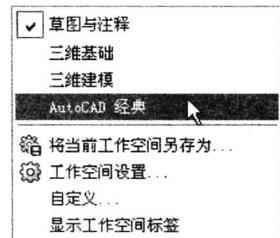

图 1-1 切换工作空间
1. 单击状态栏中的“切换工作空间”按钮，在弹出的“切换工作空间”快捷菜单中选择“AutoCAD 经典”选项，如图 1-1 所示，将工作空间切换为“AutoCAD 经典”。